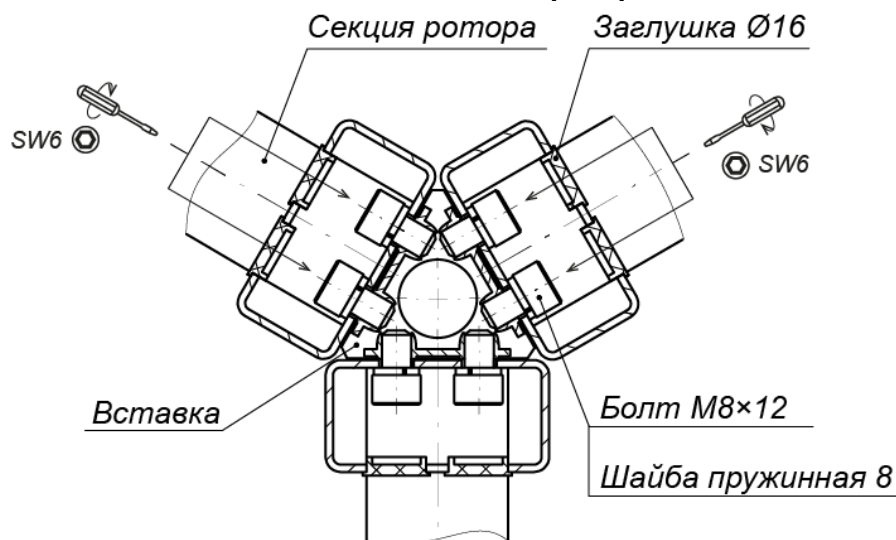

Рисунок 19. Схема соединения секций ротора
- Последовательно закрепите на элементах крепления установленной секции ротора две оставшиеся секции, используя 4 винта M8×14 для верхних точек крепления и 20 винтов M8×12 (ключ SW6) для остальных точек крепления с пружинными шайбами (см. рис. 19). Для монтажа данных винтов рекомендуется использовать инструмент с возможностью фиксации в нем закручиваемого винта, к примеру, для ротора из стали – инструмент с магнитным наконечником (для ротора из нержавеющей стали применены винты также из нержавеющей стали, поэтому для этой цели нужно использовать липкую ленту, намотанную на наконечник, или подходящий пластичный материал).